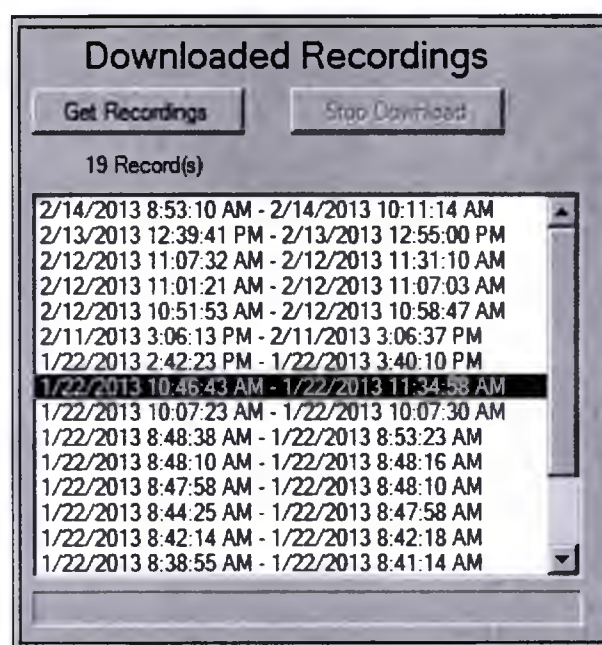

Рисунок 35. Изображение окна перенесенных записей из монитора в программу на ПК.
3. Все записи данных с монитора отображаются в списке загрузки записей. Истории болезни соотносятся с датой и временем начала, и датой и временем окончания записи (см. пример на Рис. 35).